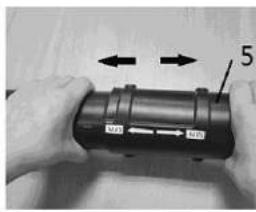

Fig.8
2. Tirez ou poussez le bec souffleur (5) pour agrandir ou raccourcir la longueur du tube souffleur (4) comme illustré en figure 8.